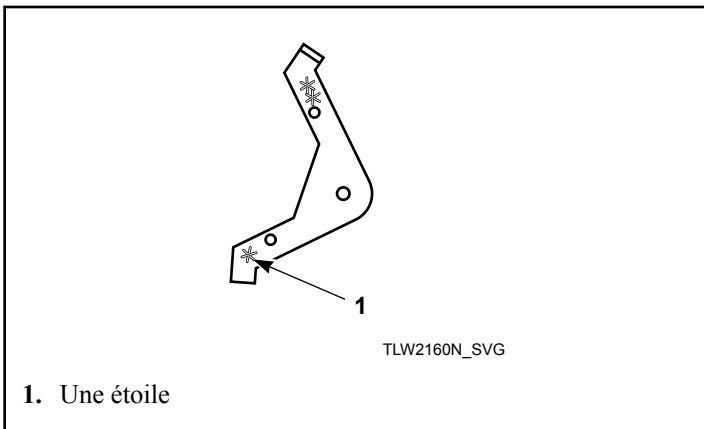

Figure 13
2. Installer le levier d'extension en plaçant la branche à une étoile vers le bas. Se reporter à la *Figure 13*.